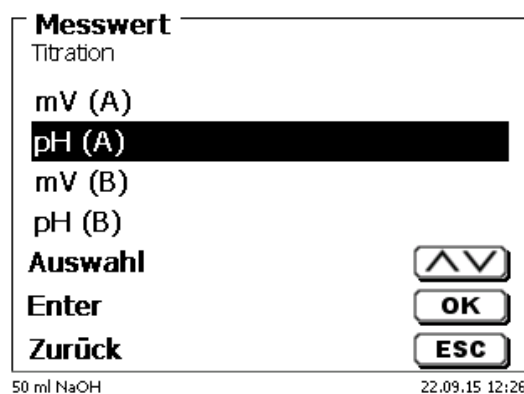

Abb. 121
Die Messgeschwindigkeit und das Titrationsende sind jedoch je nach Titrationsmodus wieder unterschiedlich. Der «**Messwert**» wird zuerst ausgewählt. Hier z.B. «**pH (A)**» (Abb. 121).